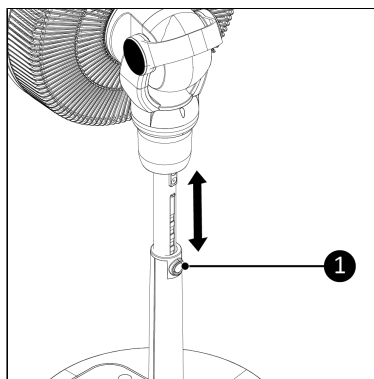

Figure 68.
1. Appuyez sur la touche Réglage de la hauteur (Figure 68, pos. 1) sur le tube de support et tirez le ventilateur vers le haut ou vers le bas pour régler la hauteur.